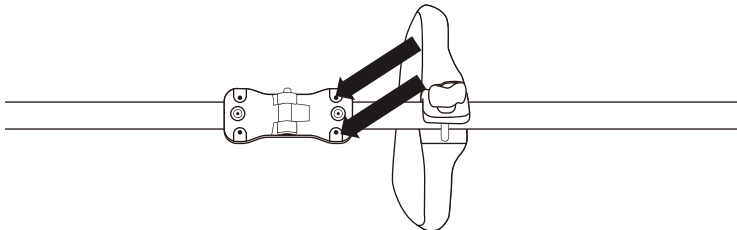

Abb. 1
a. Richten Sie den klappbaren mittleren Schaft aus und befestigen Sie ihn mit zwei Schrauben unter Verwendung des mitgelieferten Innensechskantschlüssels wie abgebildet. Die beiden Teile des mittleren Schafts müssen parallel zueinander ausgerichtet sein, sonst passen die Wellen nicht. (Abb. 1)